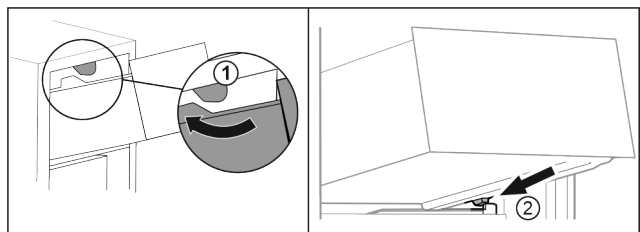

Fig. 17
► Lade om de bovenste stoppers leiden. Fig. 17 (1)
► Lade schuin achter de onderste stoppers op containerrib plaatsen. Fig. 17 (2)